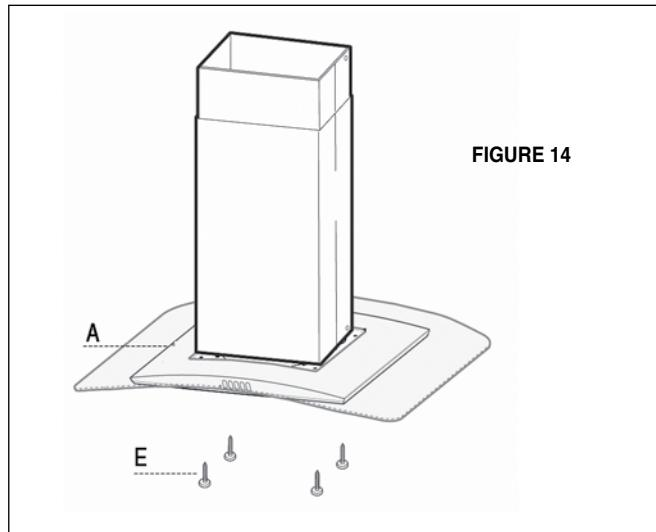

FIGURE 14
4. Ensuite, fixer par le bas, au moyen de quatre vis fournies (**E** de la FIGURE 14) la HOTTE (**A** de la FIGURE 14) au treillis prévu.